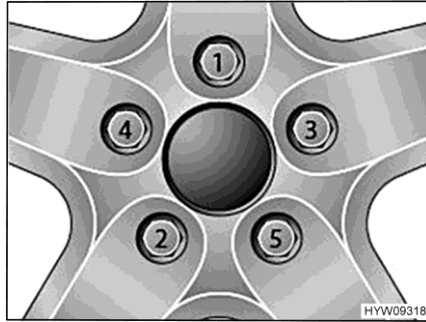

Bild 122 Radmuttern oder Radschrauben über Kreuz festziehen
- Radmuttern oder Radschrauben in der Reihenfolge, die in Bild 122 gezeigt ist, festziehen. Dazu einen Drehmomentschlüssel verwenden und das vorgeschriebene Anziehdrehmoment einhalten (siehe Abschnitt 14.5).
- Radmuttern oder Radschrauben regelmäßig auf festen Sitz prüfen. Radmuttern oder Radschrauben eines ausgewechselten Rades nach 50 km nachziehen. Dabei in der Reihenfolge vorgehen, die in Bild 122 gezeigt ist.
- Wenn neue oder neu lackierte Felgen verwendet werden, die Radmuttern oder Radschrauben zusätzlich nach ca. 1000 bis 5000 km nachziehen. Dabei in der Reihenfolge vorgehen, die in Bild 122 gezeigt ist.